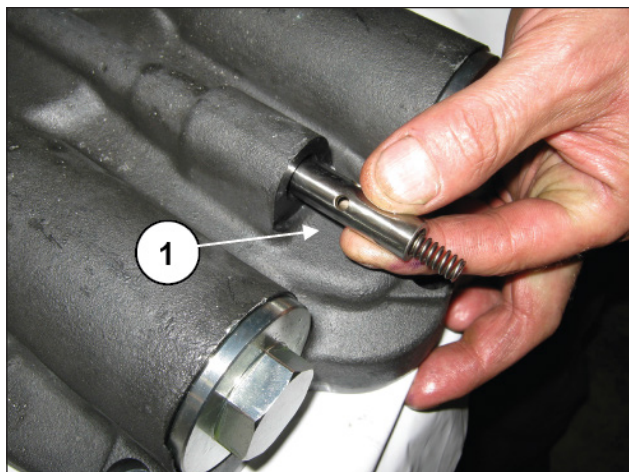
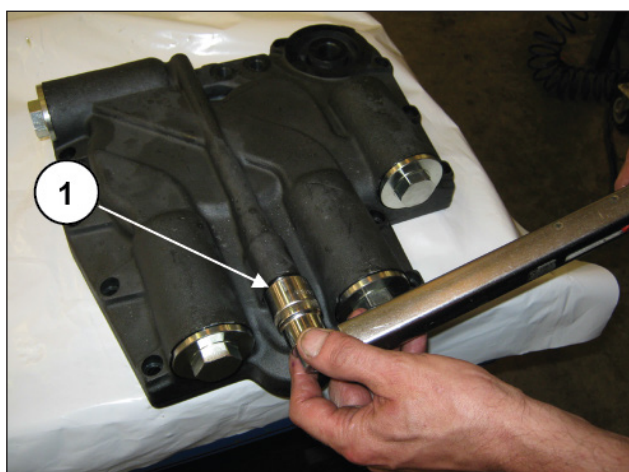

Fig. 149
Fig. 150
Inserire la valvolina di sovrappressione con la relativa molla (pos. ①, Fig. 149) e serrare il tappo M 14 (pos. ①, Fig. 150) con chiave dinamometrica alla coppia serraggio indicata nel paragrafo 3.